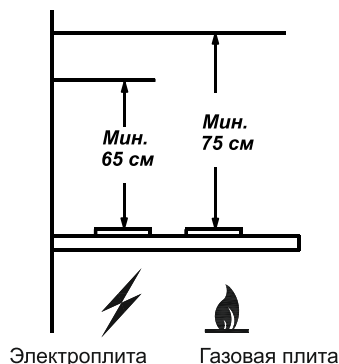

РИС. 1
1.2 Зонт устанавливайте над плитой, как показано на рис. 1.
- разметьте линию установки нижней части зонта над плитой (рис. 1);